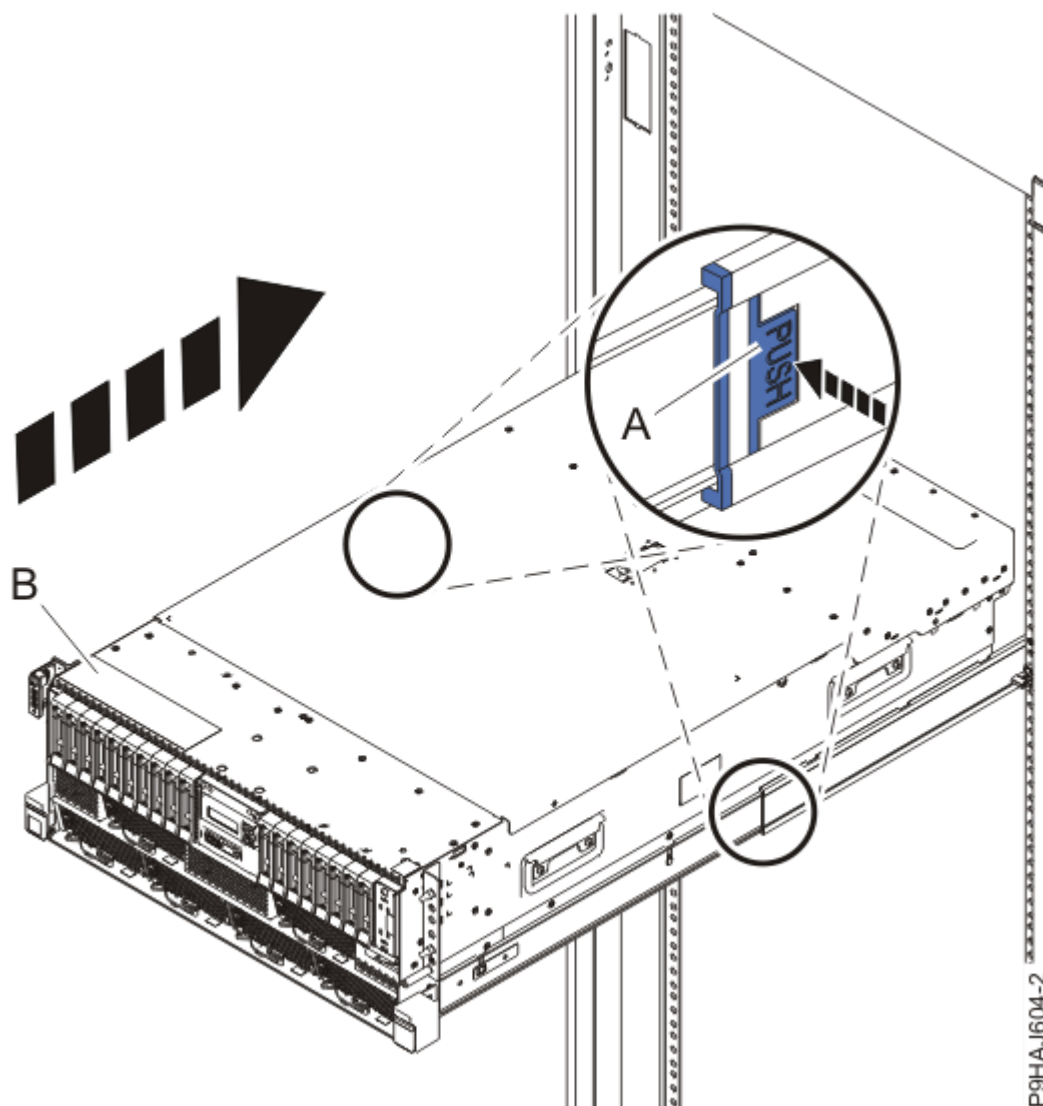

Figure 83. Mise en position de fonctionnement du système
2. Pour un système monté en armoire, déverrouillez les loquets de sécurité bleus **(A)** en les poussant vers l'intérieur, comme illustré dans la Figure 83, à la page 92.